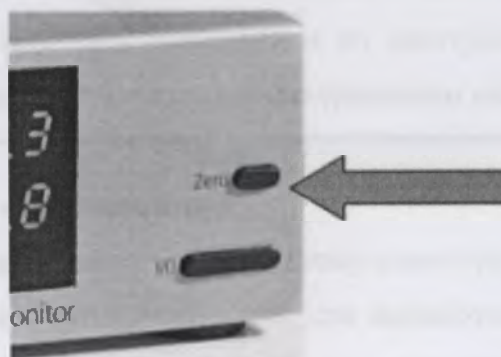

Рисунок 5.
- Перед применением монитора следует проводить калибровку относительно атмосферного давления (для исключения "дрейфа нуля"), нажатием кнопки ZERO (см. рисунок 5).